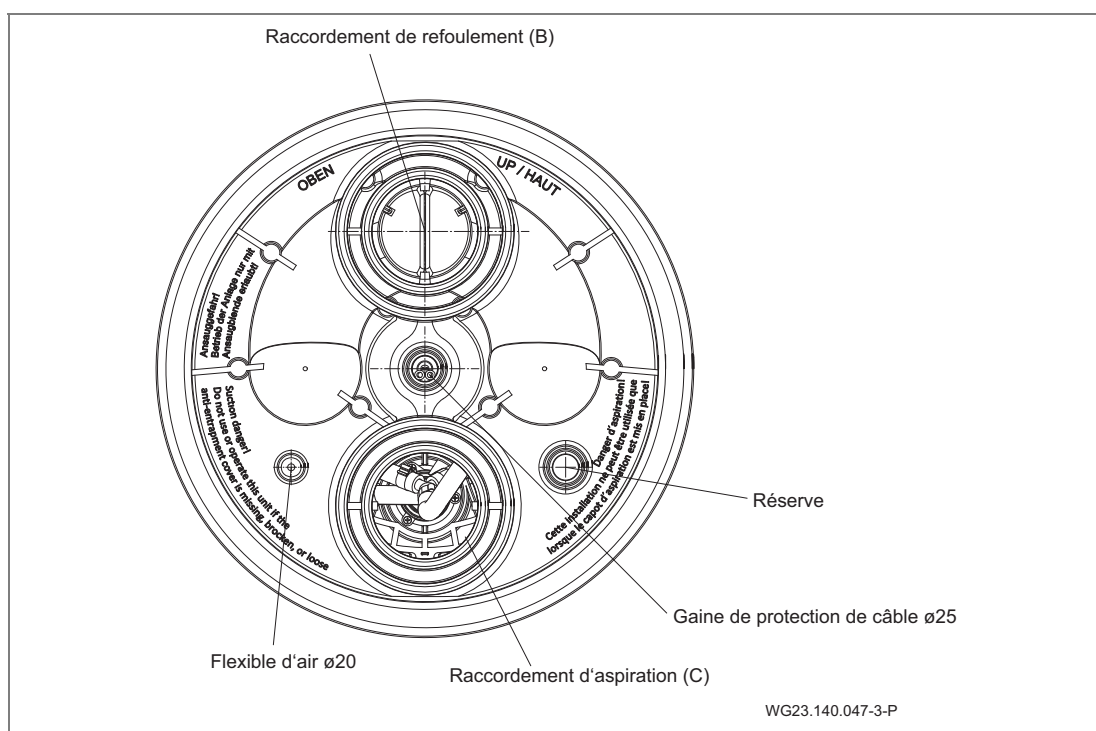

Fig. 15
1. Collage de la gaine de protection de câble et du flexible de la régulation. (Fig. 15)